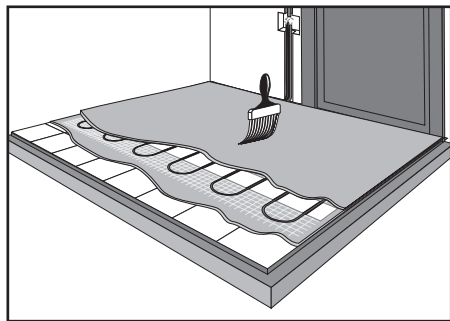

Рис. 16
12) Залейте нагревательный мат слоем раствора для крепления плитки толщиной 5–8 мм и дайте ему высохнуть в соответствии с инструкцией по применению используемой плиточной смеси. Мы рекомендуем использовать плиточную сухую смесь для теплых полов (рис. 16).